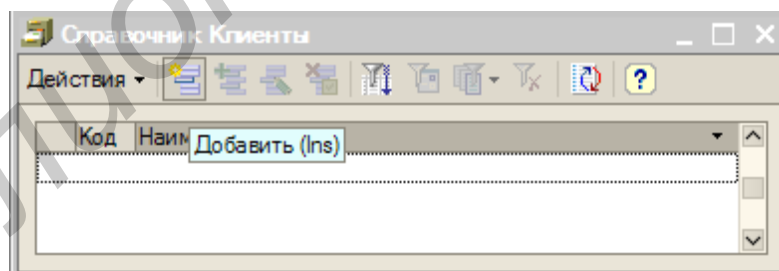

Рис. 4.7. Форма списка справочника «Клиенты»
6. Выполните пункт меню *Операции* → *Справочники* и выберите справочник «Клиенты». Система откроет одну из основных форм справочника – основную форму списка (рис. 4.7).